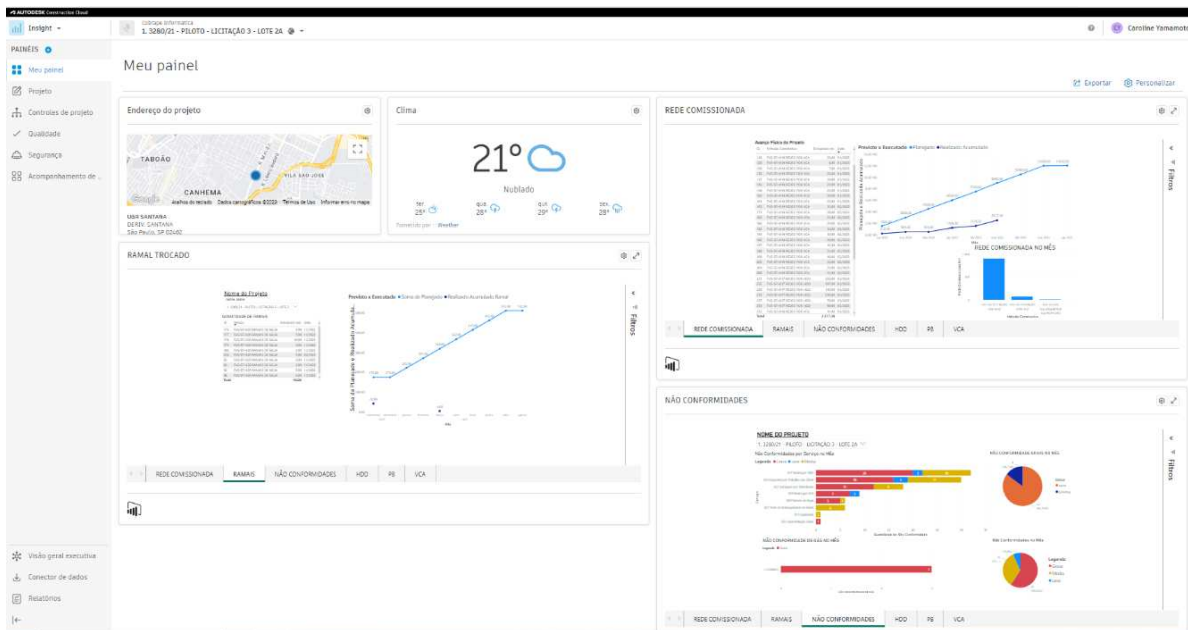

Figura 2: Painel do Autodesk Insight
3. Os indicadores de desempenho são atualizados, com base nos dados das frentes de obras, e publicados no “*Dashboard*” do módulo *Autodesk Insight* da plataforma *ACC*, conforme apresentado na figura 2.